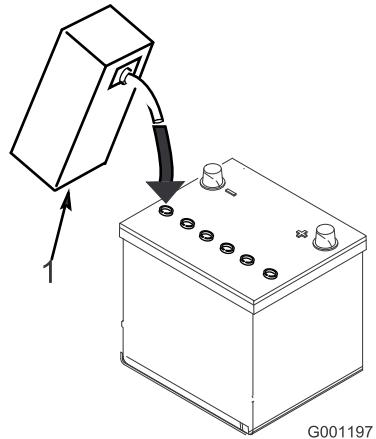

Bild 5
- Füllen Sie vorsichtig in jede Zelle Elektrolyt ein, bis die Platten ungefähr mit 6 mm Flüssigkeit bedeckt sind (Bild 5).
- Lassen Sie die Elektrolytflüssigkeit für 20 bis 30 Minuten in die Platten durchtränken. Füllen Sie nach Bedarf auf, um den Elektrolytfüllstand auf ungefähr 6 mm unter dem Einfüllstutzen anzuheben (Bild 5).